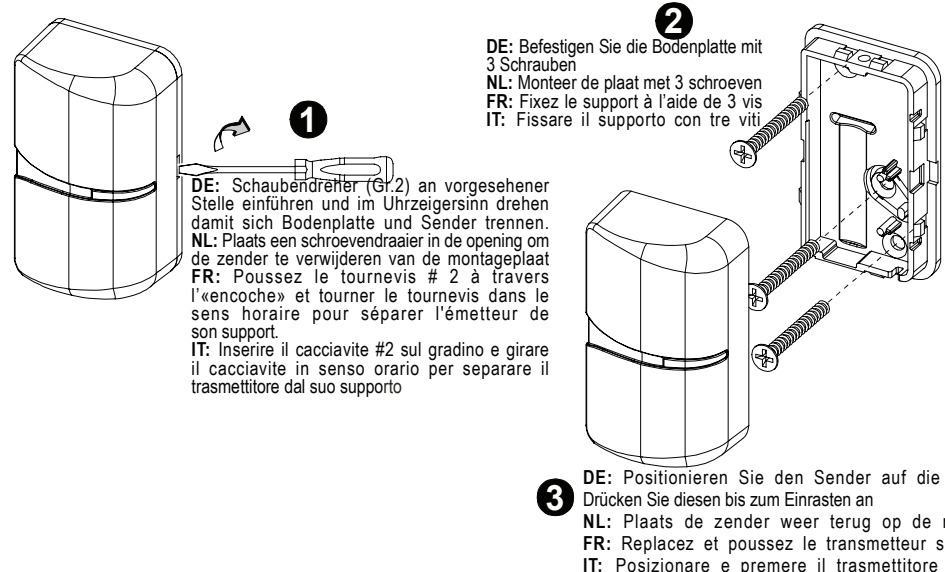

Fig. 4 – Montage des Senders / Installation du transmetteur / Montaggio del trasmettitore
**4.3 Installazione del trasmettitore** (vedere Fig. 4)